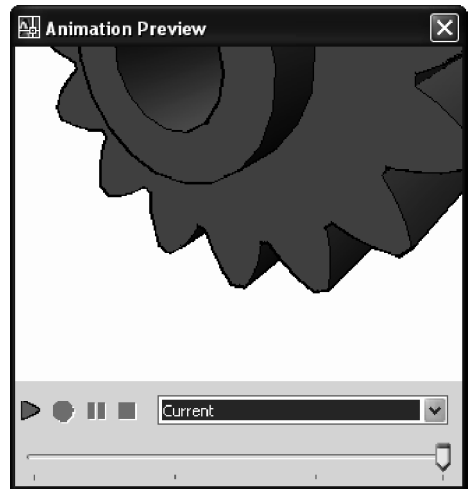

Fig. 8.19 Fereastra de previzualizare a animației
9. Se acționează butonul **Preview**. Se deschide fereastra **Animation Preview** din Fig. 8.19, în care este prezentată animația obținută.